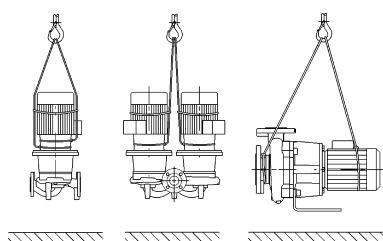

Fig. 7: Transport pompy
- **Uchwyty transportowe umieszczone na silniku służą przy tym tylko do przeprowadzenia przez zawiesia (Fig. 7).**